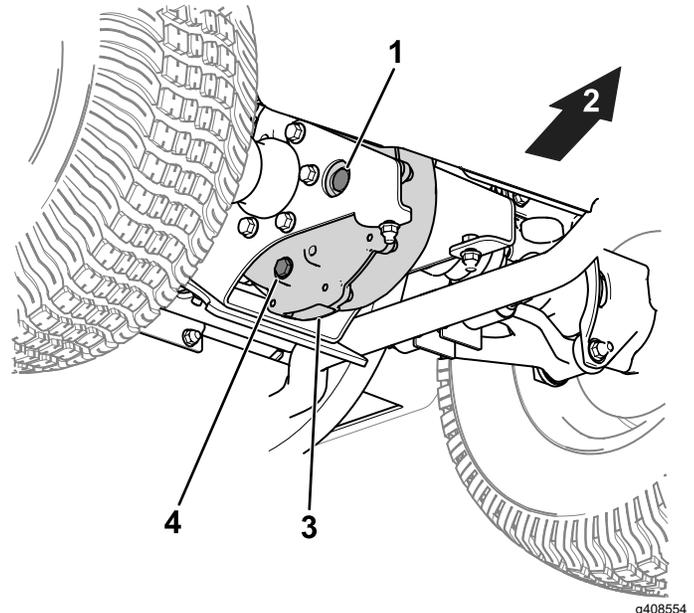

Figura 40
1. Retire el tapón de llenado del transeje (Figura 40).
2. Si el nivel de fluido es bajo, retire el tapón de llenado y añada fluido del tipo especificado hasta que salga del orificio (Figura 40).
1. Coloque un recipiente debajo del tapón de vaciado (Figura 40).
2. Retire el tapón de llenado (Figura 40).
3. Retire el tapón de vaciado y deje que el fluido se drene completamente (Figura 40).